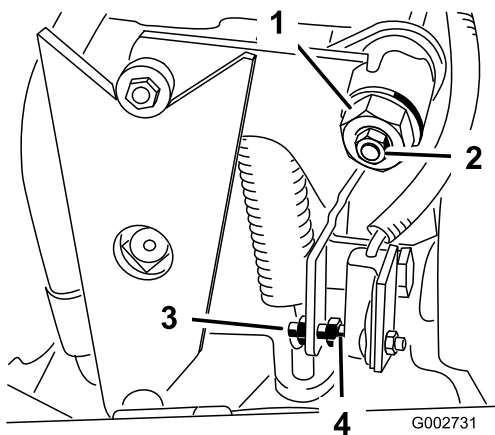

Figura 32
4. Afloje la contratuerca de la leva de ajuste de tracción (Figura 32).
5. Arranque el motor y gire el eje hexagonal de la leva (Figura 32) en ambos sentidos para determinar la posición intermedia de la sección de punto muerto.
3. Ajuste el tornillo hasta que el hueco sea de $1,5 \text{ mm} \pm 0,8 \text{ mm}$ (Figura 32).